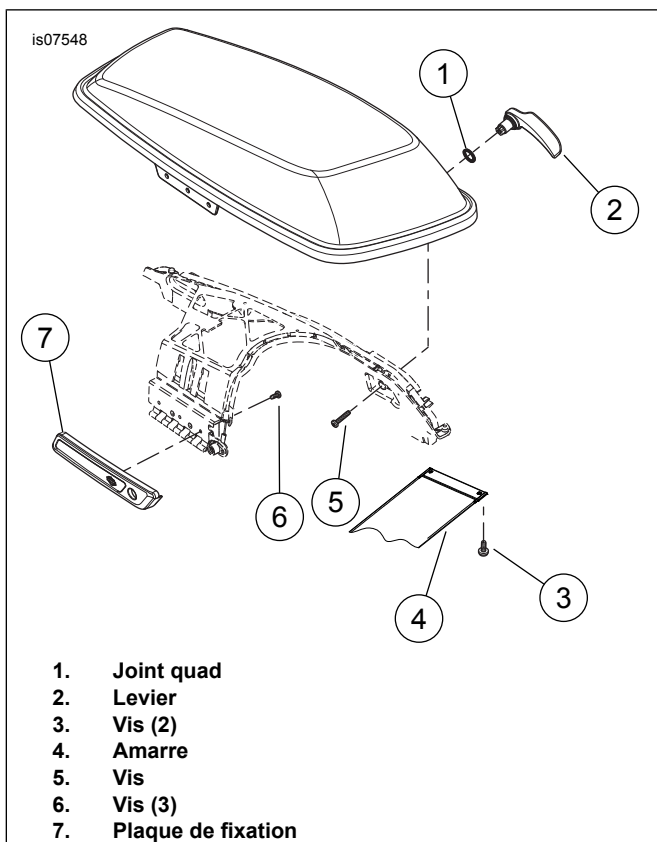

Figure 1. Couvercle à charnière et kit de levier
1. Voir Figure 1. Retirer les vis d'amarrage (3) pour accéder aux vis de montage de la plaque de fixation (6). Conserver les vis pour l'installation.
2. Immobiliser la plaque de fixation et retirer les vis (6) et la plaque de fixation. Jeter les vis et la plaque de fixation.
3. Retirer la vis (5), le joint quad (1) et le levier (2). Jeter la vis, le joint quad et le levier.